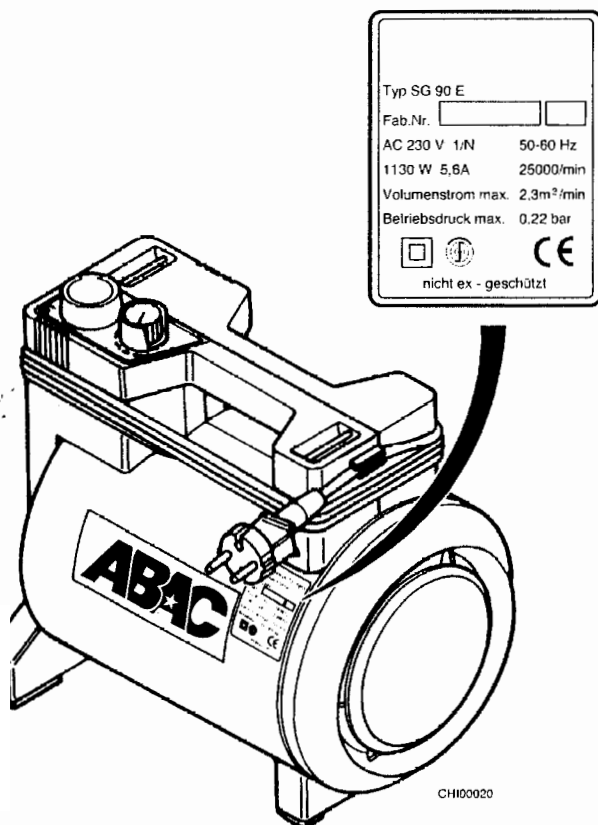

Fig. 1
**REMARQUE** Incrire, sur la figure 1, le n° indiqué sur la plaque signalétique de votre appareil. Conserver impérativement ces instructions de service et la déclaration de conformité CE ci-jointe.